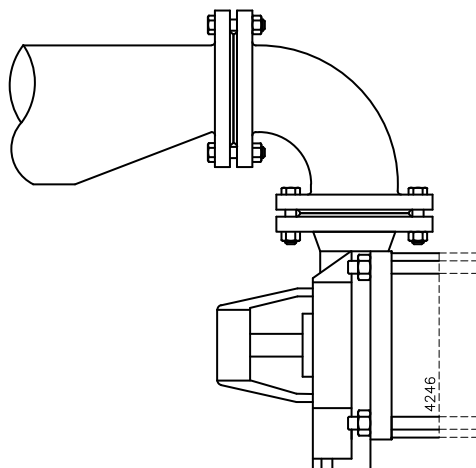

Figura 3: Riduzione eccentrica verso la flangia d'aspirazione.
- Il passaggio del liquido nel tubo d'aspirazione deve essere calcolato con molto margine. La suddetta tubazione deve essere più corta possibile e sistemata in maniera che non sia reso possibile il formarsi di sacche d'aria. Qualora ciò non fosse possibile, deve essere prevista la possibilità di sfiatare l'aria dal punto più alto. Se il tubo d'aspirazione fosse più grande della flangia d'aspirazione, sarà necessario utilizzare una riduzione in modo da impedire la formazione di sacche d'aria e vortici. Vedere la figura 3.